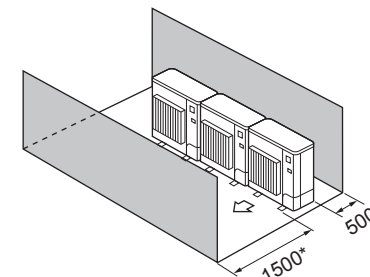

Fig. 2-11
⑩ Hindringer kun foran og bak (Fig. 2-11)